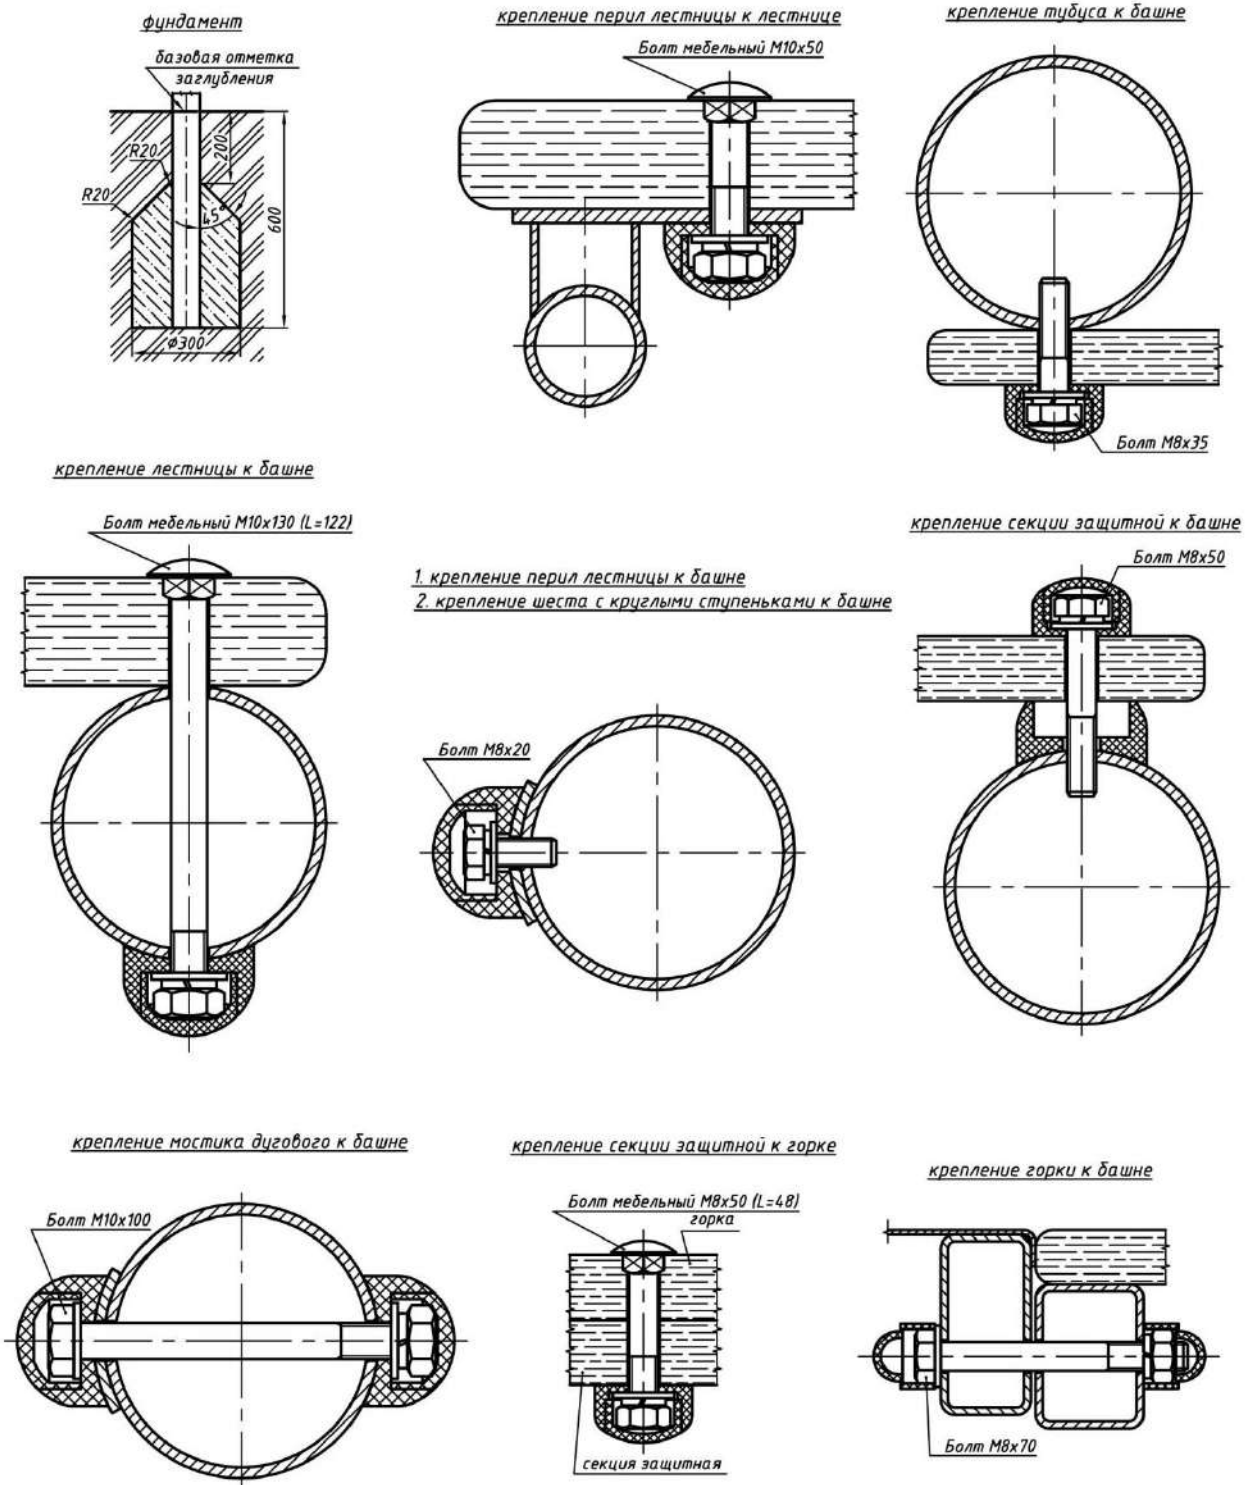

Рис.4 Крепление элементов детского игрового комплекса PTP 16-05A
- башни **1** и **2** соединить между собой тубусом **5** и опустить в соответствующие фундаментные прямки, крепление элементов комплекса между собой показано на рис.4, заглубление всех элементов комплекса в грунт - по базовым отметкам заглубления, выставить по нивелиру горизонтальность полов башен;
- залить бетоном прямки на глубину 200мм от поверхности площадки (см. рис.4);